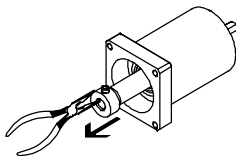

Bild 6
1. Dra ut medbringaren ur frihjulsenheten med en tång (Bild 6). Alternativt kan utgående axeln på DSM fästas och förskjutas.